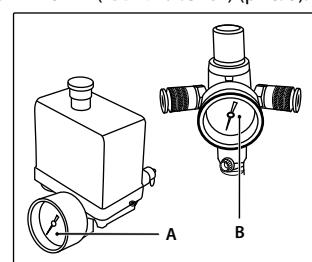
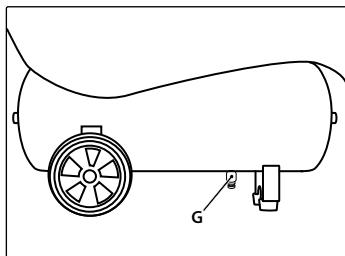

Рис. 7
Рис. 8
Компрессор оснащен манометром (A) для контроля давления в ресивере и манометром (B) для контроля давления в рабочей магистрали (рис. 7), а также клапаном для слива (удаления) конденсата (G) из ресивера (рис. 8).
При первом запуске компрессор должен проработать без нагрузки около 10 минут с полностью открытым регулятором давления выходного воздуха и клапаном слива конденсата из ресивера (рис. 8).
По истечении времени обкатки закройте клапан слива конденсата и проверьте, чтобы компрессор нагнетал воздух в ресивер и останавливался автоматически по достижении максимального рабочего давления (8 бар), указанного на индикаторе манометра (A) (рис. 7).